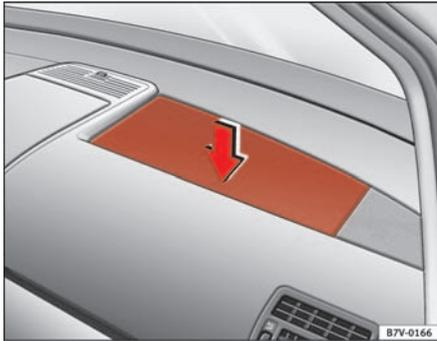

Abb. 101 Ablagefach
**Zum Öffnen** in Pfeilrichtung => Abb. 101 drücken. Das Ablagefach wird durch Federwirkung geöffnet.